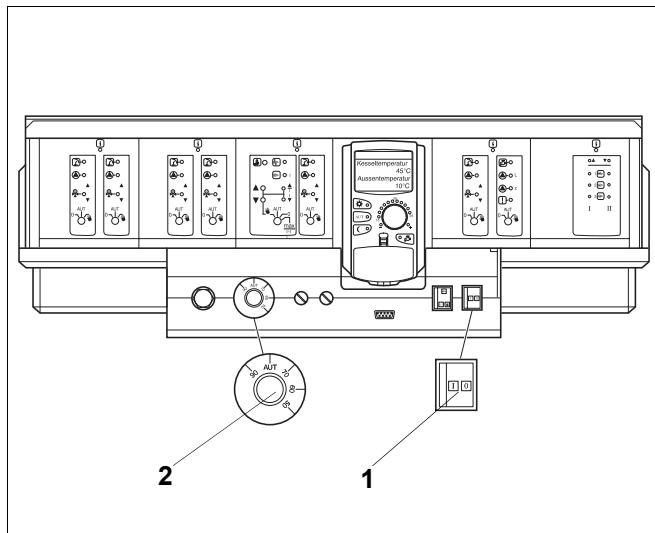

Рис. 29 Система управления Logamatic 4000
- Переведите пусковой выключатель (рис. 29, **поз. 1**) в положение "I" (ВКЛ), на установке с двумя котлами – на двух системах управления.
Установите регулятор температуры котловой воды (рис. 29, **поз. 2**) в положение "AUT". При работе с постоянной температурой установите регулятор на нужную температуру (минимум 65 °C).
Установите регулятор температуры котловой воды (рис. 29, **поз. 2**) в положение "AUT".
Установите регулятор температуры котловой воды (рис. 29, **поз. 2**) одного котла на нужную температуру (минимум 70 °C). Таким образом определяется котел 1 (ведущий).